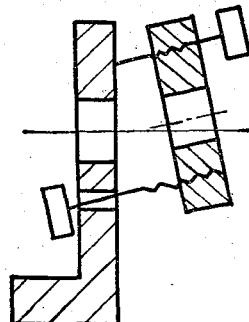

图 2 调整膜片时引起谐振腔长和中心的变动
4. 膜片中心变动,如图 2 所示。
示意图 2 表示三顶三拉式膜片架的极端位置。可以看出,由于膜片 3 的偏转角度较大,引起谐振腔长和膜片中心位置的变化,而且螺钉 1 与支架 2 接触不好,位置不稳定。为此,此处最好要加球面垫圈。